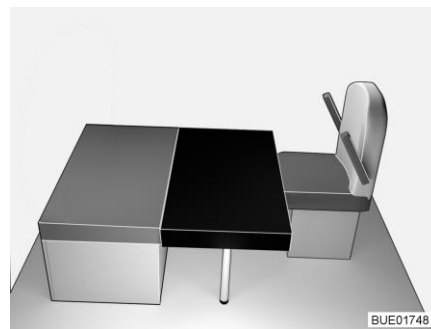

Fig. 163 Après la transformation
- Poser le coussin supplémentaire rectangulaire sur la table (devant le coussin d'assise de la banquette, voir Fig. 163).